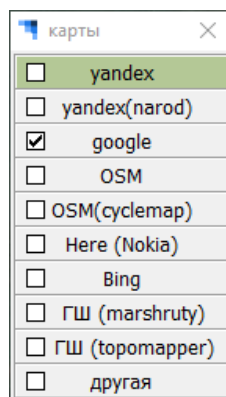

Рисунок 58 – Окно выбора типа карты
2) кнопка «Карты» (Рисунок 56, поз 2) – включение/выключение окна выбора типа карты, отображающейся в качестве карты местности в навигационном окне. Выбранный тип карты обозначается символом «галка» (Рисунок 58).